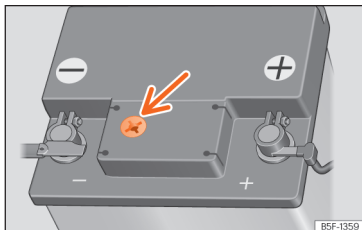

Fig. 180 Janela de inspeção na parte superior da bateria de 12 volts (representação esquemática).
- Verifique o indicador de cor na janela de inspeção, na parte superior da bateria » » » Fig. 180.